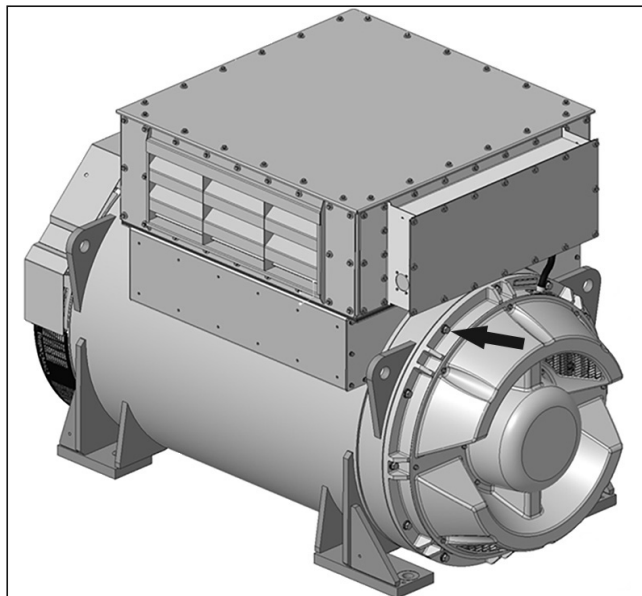

FIGURE 14. INSTRUCTIONS DE DÉMONTAGE ET DE MONTAGE DU CACHE DE L'ENTRÉE D'AIR
1. Déposer le capot d'entrée d'air en desserrant les 14 vis M8 afin d'accéder aux vis de fixation du support de transit du rotor. Se reporter à : Figure 14 à la page 27.
1. Déposez le couvercle de l'entrée d'air pour accéder aux vis d'obturation du support de transit du rotor. Se reporter à : Figure 14 à la page 27.